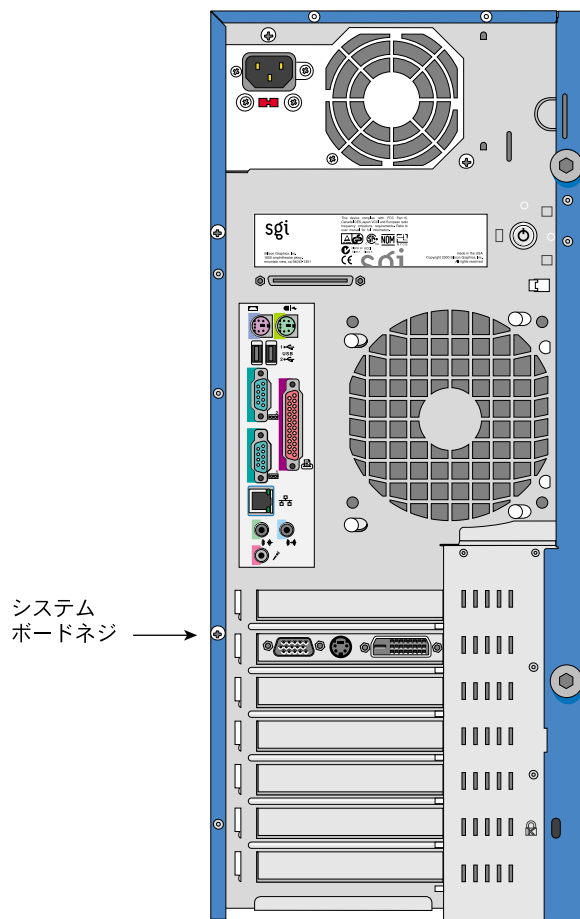

図 2-21 システムボードのネジの位置
5. システムボードのネジをゆるめます。図2-21に、ネジの位置を示します。
5. システムボードのネジを固定ブラケットに固定します。システムボードのネジの位置については、44 ページの図2-21 を参照してください。